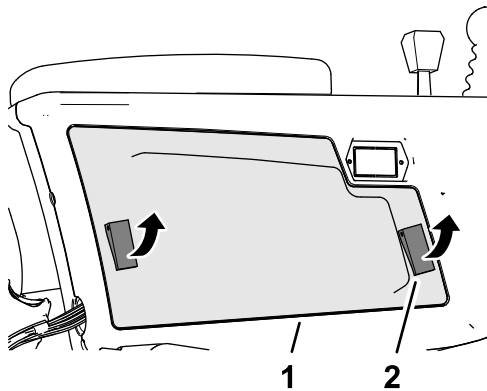

Bild 133
2. Öffnen Sie die beiden Verriegelungen, mit denen die Steuerarmabdeckung am Steuerarm befestigt ist, und entfernen Sie die Abdeckung (Bild 133).